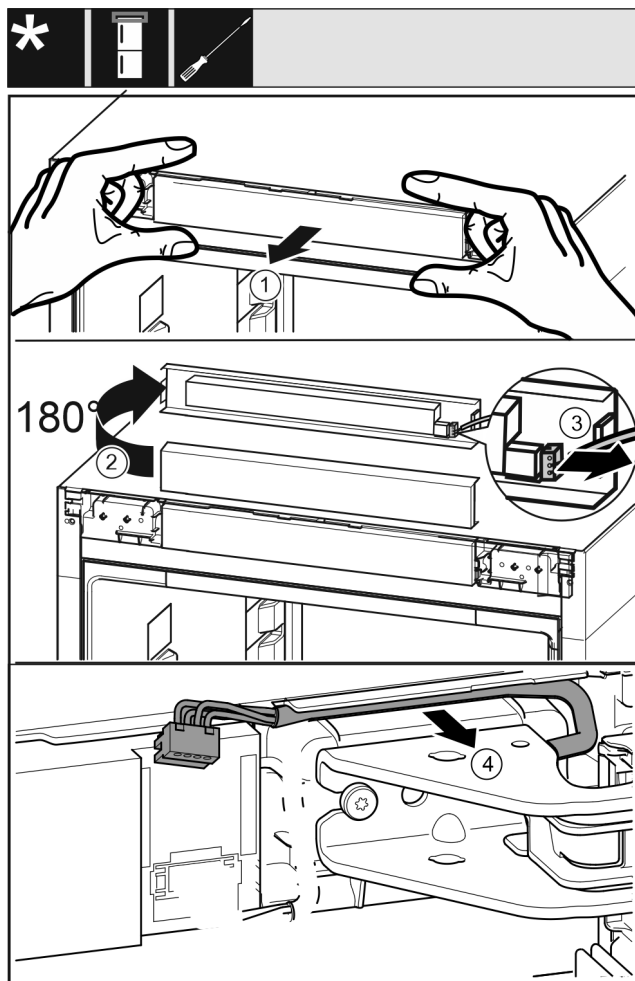

Fig. 20
- Bedieningspaneel Fig. 20 (1) van het apparaat voorzichtig naar voren toe losmaken.
- Bedieningspaneel Fig. 20 (2) naar boven met 180° draaien.
- Vergrendelingslipje Fig. 20 (3) naar achteren drukken en de stekker voorzichtig er uit trekken.
- Kabel Fig. 20 (4) middels lagerbok voorzichtig uit de geleiding losmaken.